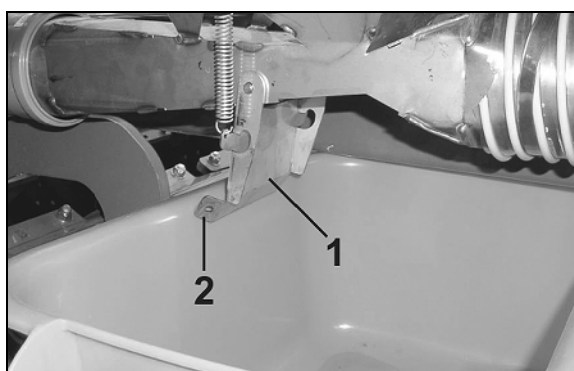

Bild 71
4. Öppna injektorslussklaffen (Bild 71/1) på alla doseringsenheter.
injektorslussklaffen (Bild 71/1)!
(Bild 71/1).
8. Stäng injektorslussklaffarna (Bild 71/1) mycket försiktigt (Klämrisk!).
10. Öppna injektorslussklaffen (Bild 71/1).